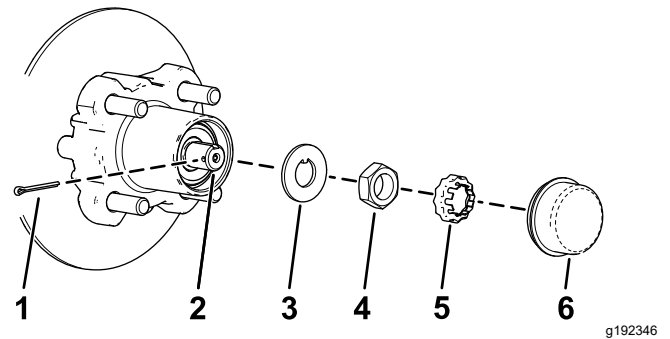
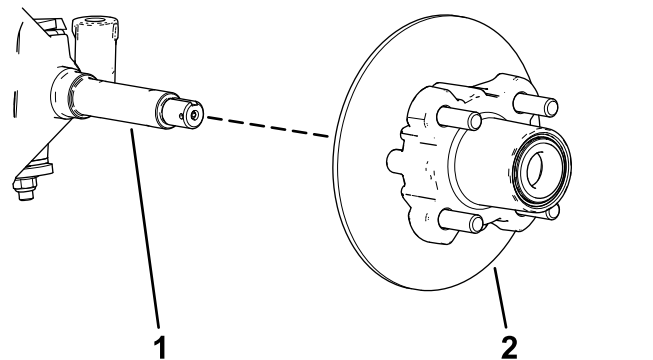

图 33
图 34
4. 从轮毂上卸下防尘盖 图 33。
5. 从主轴和主轴螺母上卸下开口销和螺母卡环 图 33。
6. 从主轴上卸下主轴螺母将轮毂和转子总成从主轴上分开 图 33和 图 34。